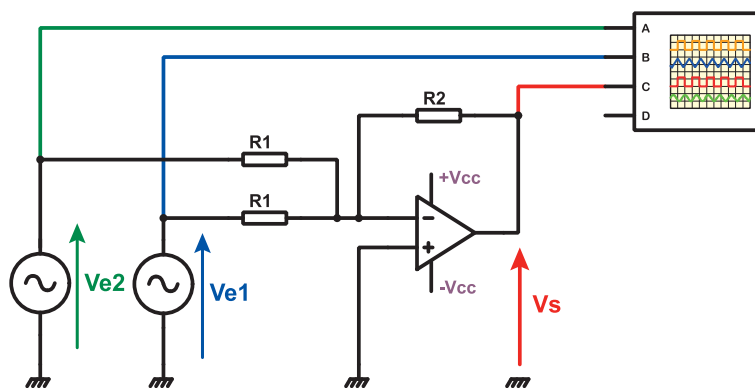

Figure 20
Le montage 2 est obtenu en appliquant une deuxième tension sur l'entrée inverseuse du montage 1, comme l'indique la figure 20.
1.1. A l'aide d'un logiciel de simulation, d'un simulateur ou d'une maquette, câbler le montage de la figure 20.